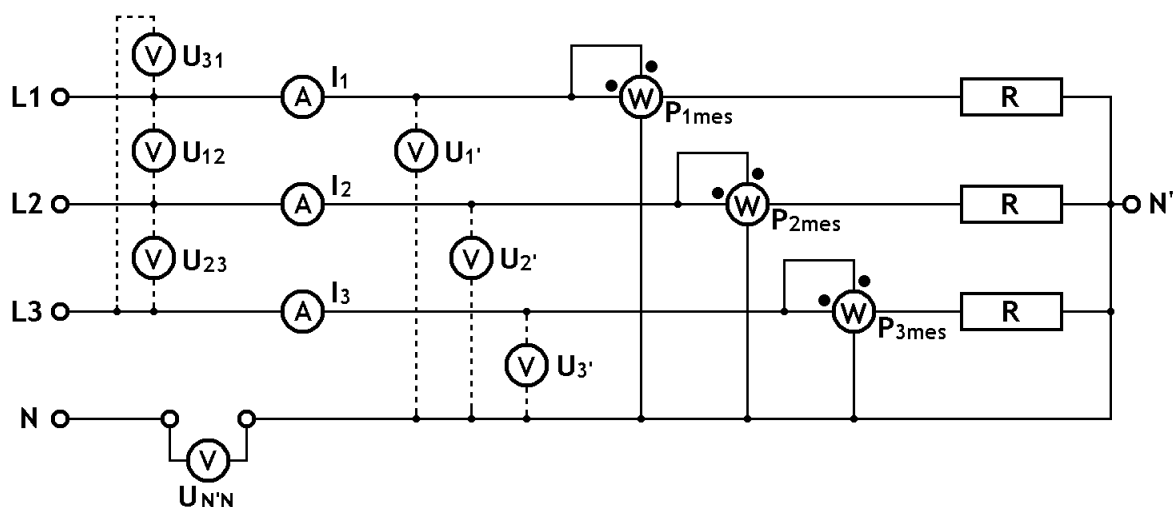

Figure 3.2 - Schéma de montage avec charges équilibrées en étoile, et avec neutre ouvert
- Réaliser le schéma de la figure 3.2 en utilisant les résistances réglées à $65\ \Omega$.